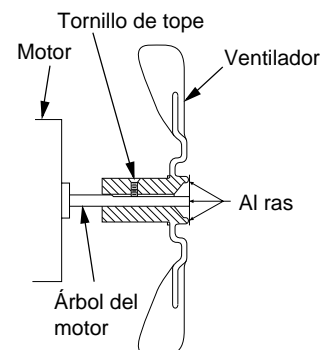

Figura 7 - Vista lateral del ventilador
6. Vuelva a colocar el ventilador en el árbol del motor. Coloque el buje del ventilador al ras con el extremo del árbol del motor (consulte la figura 7).